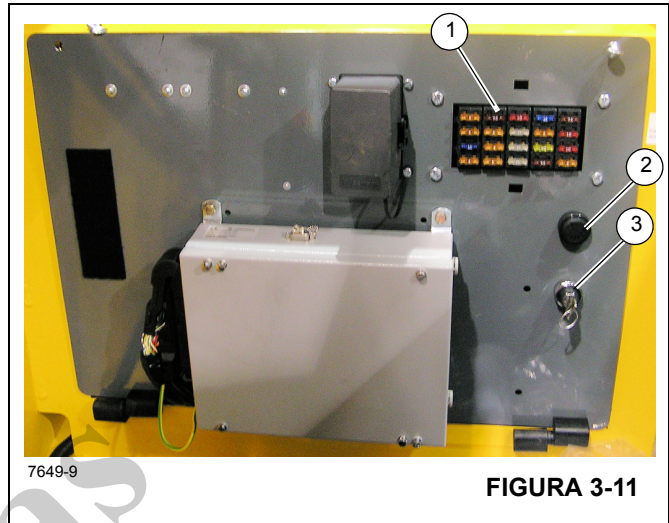

FIGURA 3-11
O painel de fusíveis (1) (Figura 3-11) localiza-se atrás do assento da cabine no conjunto do painel de fusíveis e relés da cabine. Ele contém até 20 fusíveis que protegem os vários componentes elétricos do guindaste.
A chave de cancelamento de emergência do RCL (3, Figura 3-11) é um contato operado por chave que está localizada dentro da cabine do operador no conjunto do painel atrás do assento. Quando acionada (girada no sentido horário), a chave cancelará e evitará que o RCL trave as três funções do guindaste (abaixamento da lança, extensão do telescópio e elevação do guincho) caso ocorra uma sobrecarga ou condição de colisão do moitão.